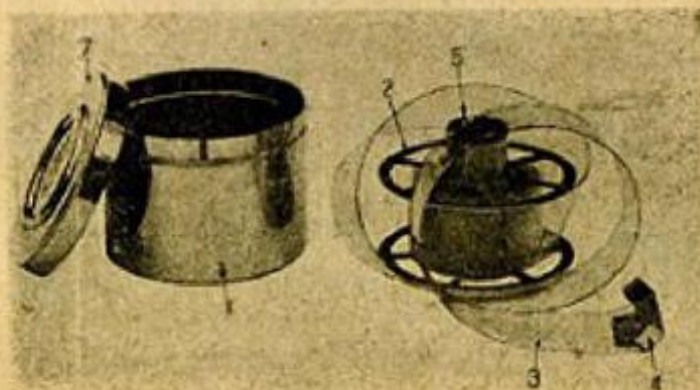

Рис. 17.
Проявительный барабан (рис. 17) состоит из круглого бака (1), вкладывающейся в него катушки (2), с укрепленной на ее оси одним концом помощью зажима специальной, тисненой по краям